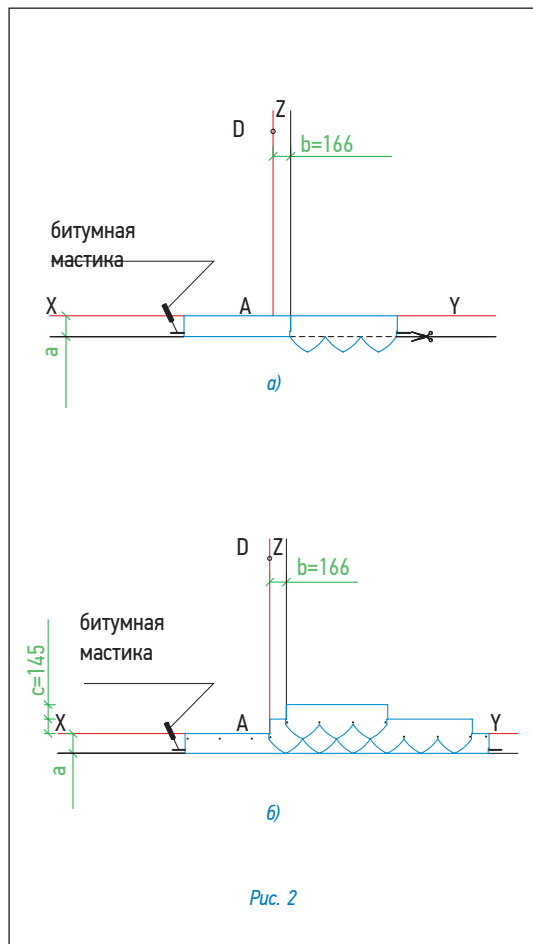

Рис. 2
Укладка материала (рис. 2)
- далее первый ряд черепицы укладывается от линии AD (рис. 2б);
- второй ряд укладывается от линии Z (со смещением 16,6 см от AD) (рис. 2б);
Каждый лист гибкой черепицы крепится 4 гвоздями в штатных местах таким образом, чтобы гвоздь прошивал и верхний край низлежащего листа черепицы (рис. 2б).